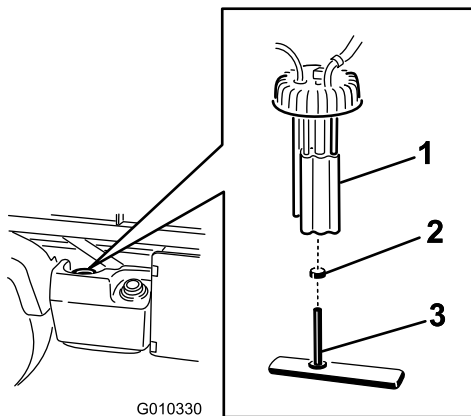

Bild 39
2. Ziehen Sie die Kabelbaumanschlüsse von der Kraftstoffpumpe ab (Bild 39).
3. Lösen Sie die Schlauchklemme und schließen Sie die Kraftstoffleitung von der Kraftstoffpumpenkappe ab (Bild 39).
4. Entfernen Sie die Kappe von der Oberseite des Ölbehälters (Bild 39).
5. Entfernen Sie die Kraftstoffpumpe und den Kraftstofffilter vom Tank (Bild 39).
7. Schließen Sie den Schlauch vom Anschlussstück ab (Bild 39).